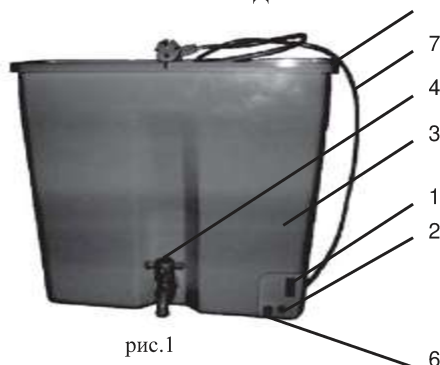

рис.1
5.1. Электроводонагреватель состоит из (см. рис. 1): пластмассового корпуса (бака) (3), пластмассовой крышки (5), крана (4), выключателя с сигнальной лампой (1), индикатора включения ТЭНа (2), ручки терморегулятора (6), сетевого шнура с вилкой (7).